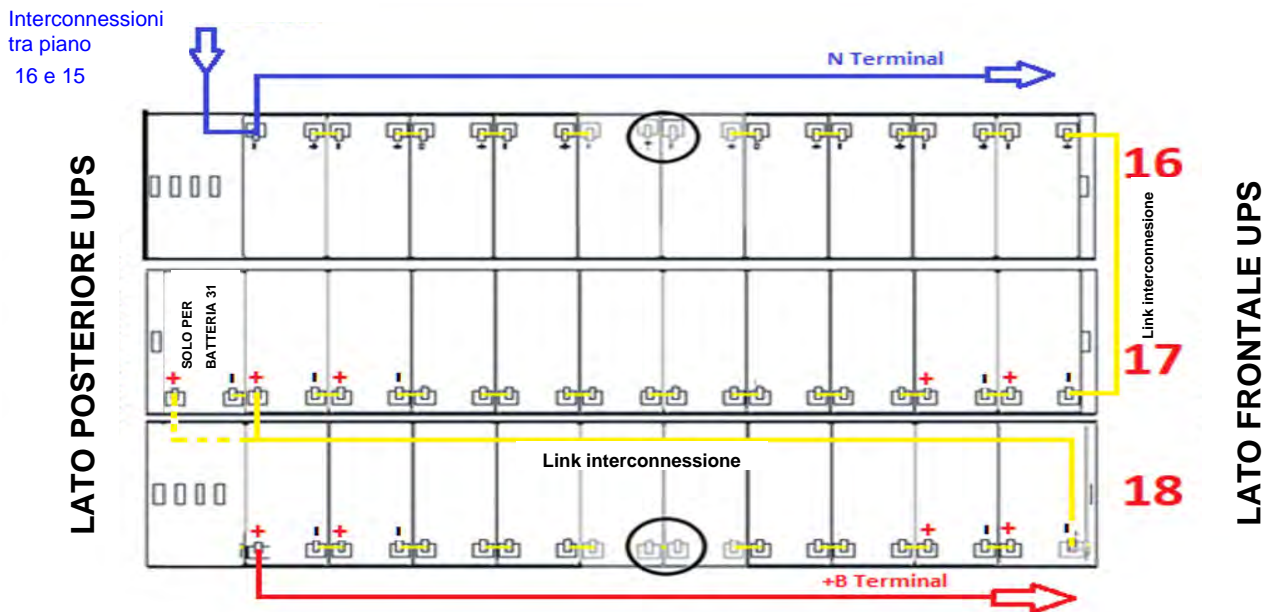

Figura 24 - Vista dall'alto piano N°6 con connessioni batterie
- 17) Inserire il cassetto n°18 rimuovendo il ponticello cerchiato e inserendo i ponticelli come mostrato nella figura 24.